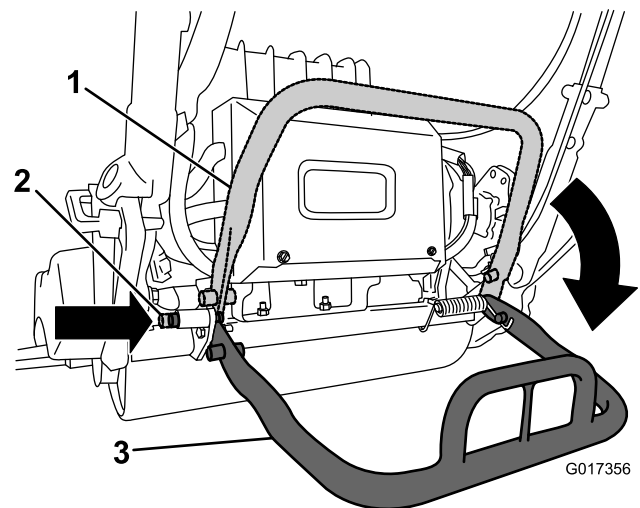

Bild 4
2. Senken Sie den Ständer ab und drücken Sie den Arretierbolzen ein, um den Ständer in der Wartungsstellung zu arretieren (Bild 4). Die Maschine sollte auf dem arretierten Ständer aufliegen.